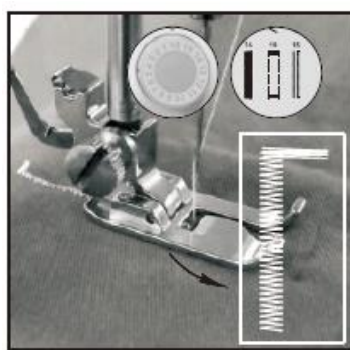

Bild 16
- 3) Välj stygn nummer 7, starta maskinen och sy till önskad längd. Stoppa maskinen igen. Se till att stygnen hamnar så rakt som möjligt (bild 16).